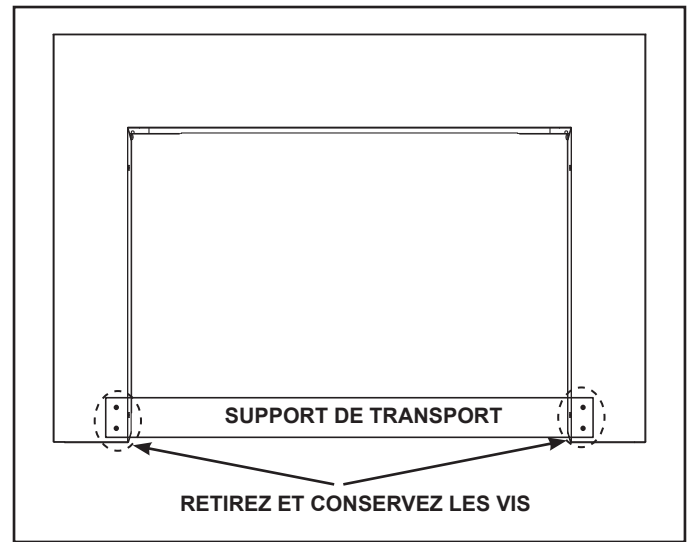

Figure 4.3 Supports de transport
3. Enlevez le support d'expédition en retirant les quatre vis qui fixent le support à l'encadrement. Conservez les quatre vis pour les utiliser ultérieurement pour fixer l'encadrement à l'appareil. Jetez le support. Voir la figure 4.3.